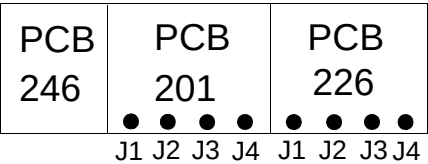

FIG. 23
- 6. Débrancher les deux fils de capteur raccordés aux bornes J1 ou J2 de PCB201. Voir FIG. 23.